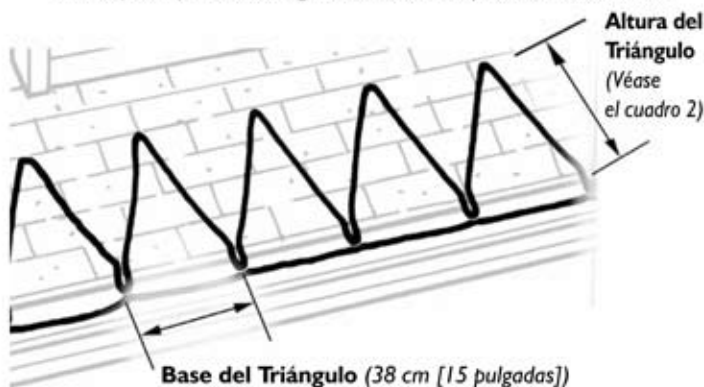

Figura 4. Diseño de los triángulos del cable en el recorrido del techo
- **Diseño para el recorrido del cable por el techo:** El recorrido del cable a lo largo de la línea del alero del techo sigue un diseño triangular (véase la Figura 4). Se debe extender el cable a lo largo del saliente del techo sobre las zonas calientes. Para determinar la altura de los triángulos, mida la profundidad del saliente del techo. Se puede medir la altura de los triángulos por el número de filas de tejas partiendo del borde del alero (basándose en tejas estándares de 5 1/2 pulgadas [15 cm]). Utilice el cuadro 2 para determinar la altura de cada triángulo. Si se utiliza este método, los triángulos se extenderán por lo menos en una fila de tejas (5 1/2 pulgadas [15 cm]), en las zonas calientes del techo.